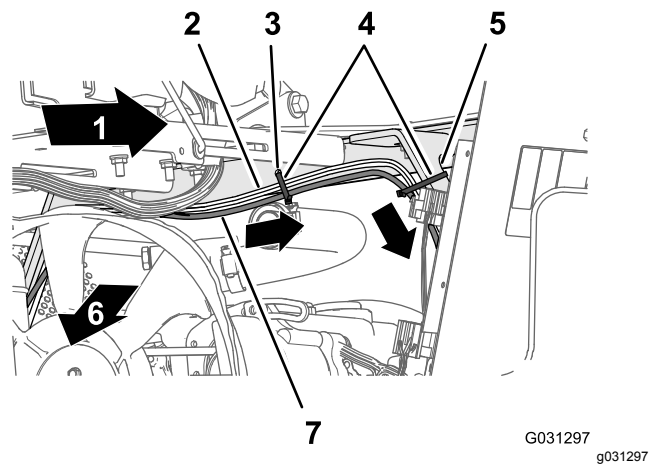
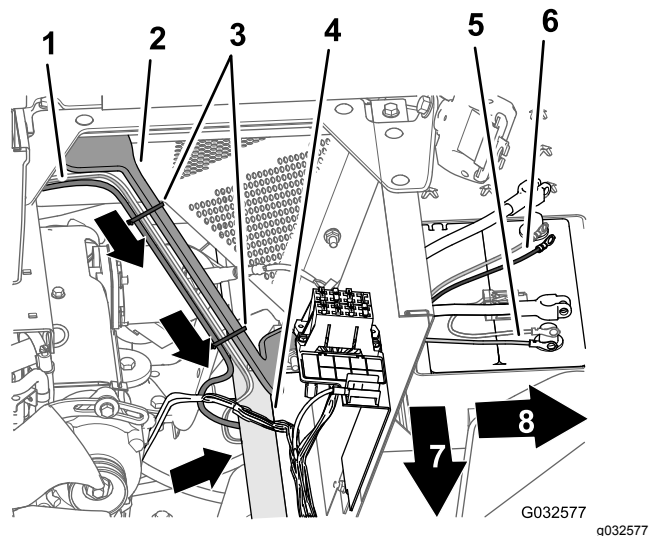

Figure 139
Figure 140
3. Acheminez la branche de 220 cm du faisceau électrique du système de navigation vers le bas et le long du support gauche du carénage du moteur, puis sous le tube de cadre gauche (Figure 139).
4. Fixez le faisceau au trou dans l'angle du boîtier de siège et le support du carénage du moteur avec 3 attache-câbles (Figure 139 et Figure 140).
5. Amenez le fusible de 10 A et les cosses à anneau positive et négative de la branche de 220 cm du faisceau électrique du système de navigation au sommet de la batterie (Figure 140).